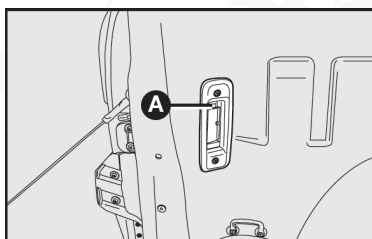

fig. 3
1. Hacer palanca cuidadosamente sobre A-fig 3 hacia abajo para retirar el conjunto portalámparas.